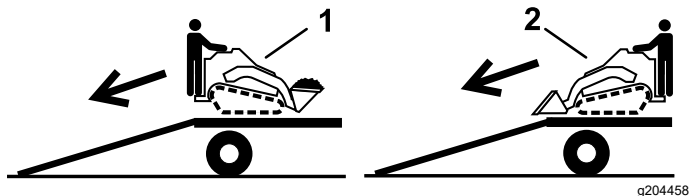

Figure 30
2. Placez toujours l'extrémité la plus lourde de la machine en haut de la rampe, la charge en bas, pour la descender de la remorque (Figure 30).